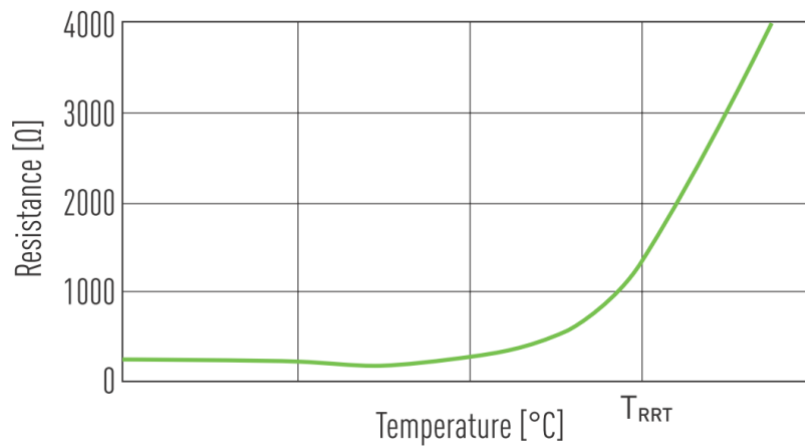

Fig. 5.1 Curva caratteristica dei sensori PTC (T_{RRT} = Temperatura d'intervento)
- Utilizzare solo i punti di aggancio previsti (Fig. 5.1).
I sensori PTC hanno una caratteristica non lineare (Fig. 5.1) e di conseguenza non sono adatti per misurare la temperatura del motore.